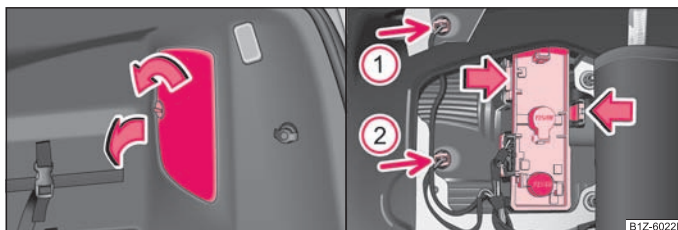

Fig. 152 Maletero: Cubierta para el portalámparas/Desmontaje del portalámparas
- Desenclave el seguro y abra la cubierta del soporte de lámpara ⇒ fig. 152 - lado izquierdo.
- Presione las pestañas de enclavamiento en el sentido de la flecha y retire el portalámparas ⇒ fig. 152 - lado derecho.
- Retire la bombilla defectuosa (flecha ① ó ②) de la carcasa y cámbiela por una bombilla del mismo tipo.